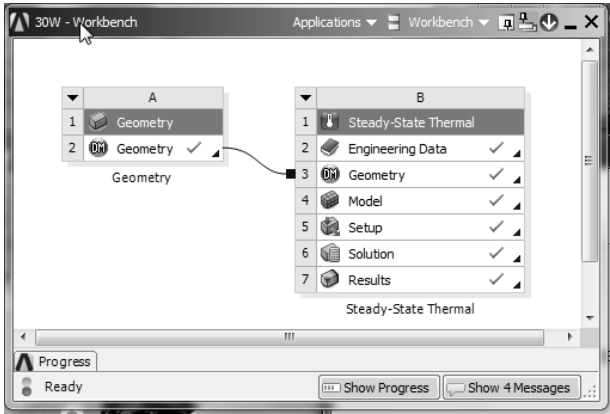

图 1-7 简洁模式
- ✧ Compact Mode (简洁模式)：选择该命令，ANSYS 14.5 Workbench 会压缩为一个小图标  置于操作系统桌面上，同时任务栏上的图标将消失。如果将鼠标移动到  图标上，Workbench 平台变成简洁模式，如图 1-7 所示。